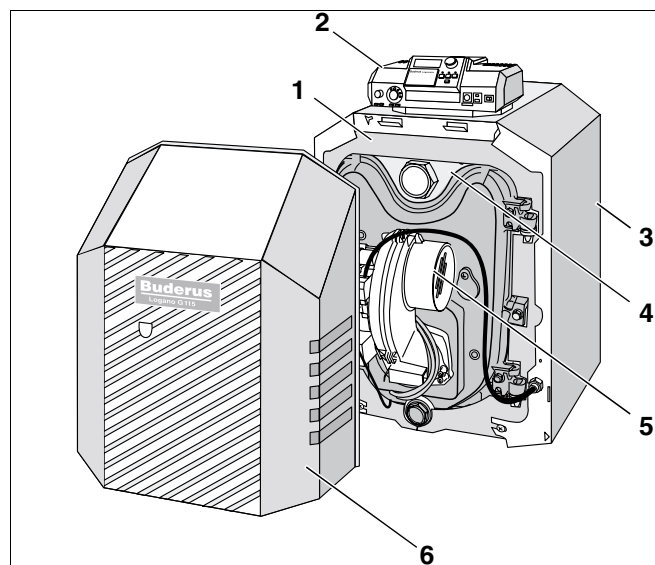
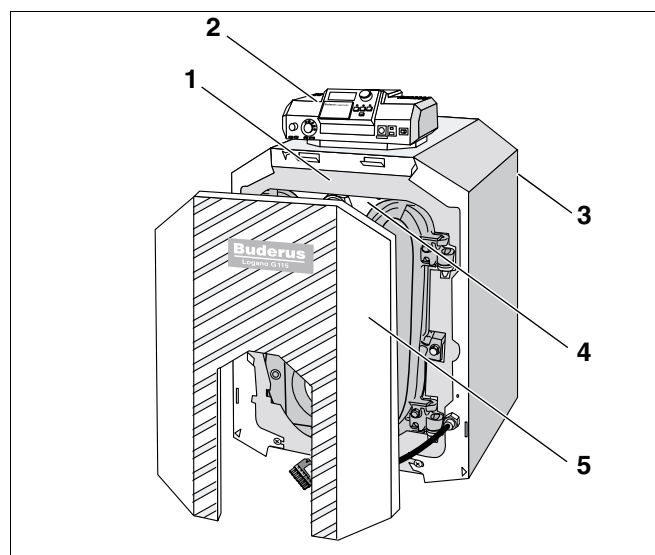

Fig. 1 Caldeira especial de aquecimento a gásóleo/gás Logano G115 com queimador Logatop
Fig. 2 Caldeira especial de aquecimento a gásóleo/gás Logano G115
A caldeira especial de aquecimento a gásóleo /gás Logano G115 (Fig. 1) vem equipada de fábrica com um queimador Logatop (Fig. 1, **Item 5**).
O técnico especializado equipará a caldeira especial de aquecimento a gásóleo/gás Logano G115 (Fig. 2) com um queimador adequado à mesma.
Os principais componentes da caldeira especial de aquecimento a gásóleo/gás Logano G115 com queimador Logatop (Fig. 1) e da caldeira especial de aquecimento a gásóleo/gás Logano G115 (Fig. 2) são:
- Bloco da caldeira (Fig. 1 e Fig. 2, **Item 4**) e queimador (Fig. 1, **Item 5**).
- Revestimento da caldeira (Fig. 1 e Fig. 2, **Item 3**), isolamento térmico (Fig. 1 e Fig. 2, **Item 1**) e cobertura do queimador (Fig. 1, **Item 6**) ou revestimento da porta do queimador (Fig. 2, **Item 5**).
- Aparelho de regulação (Fig. 1 e Fig. 2, **Item 2**).